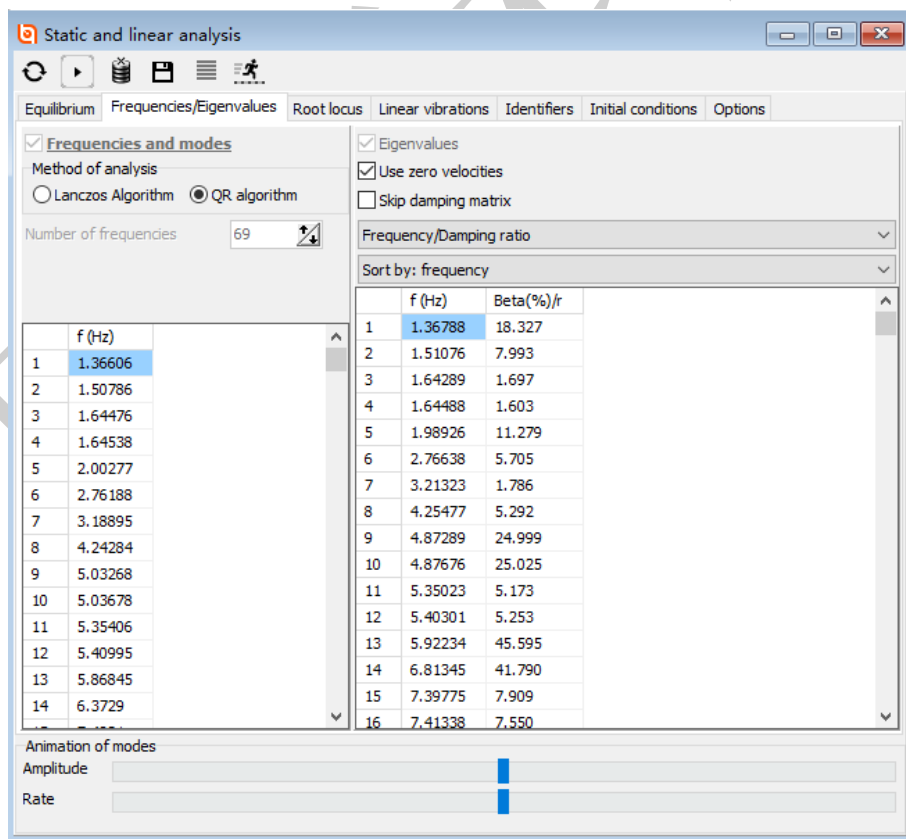

图 1.23
5. 勾选 **Eigenvalues**，再点击按钮 ，可以计算得到考虑系统阻尼的各阶频率和阻尼比，如图 1.23 右侧所示。